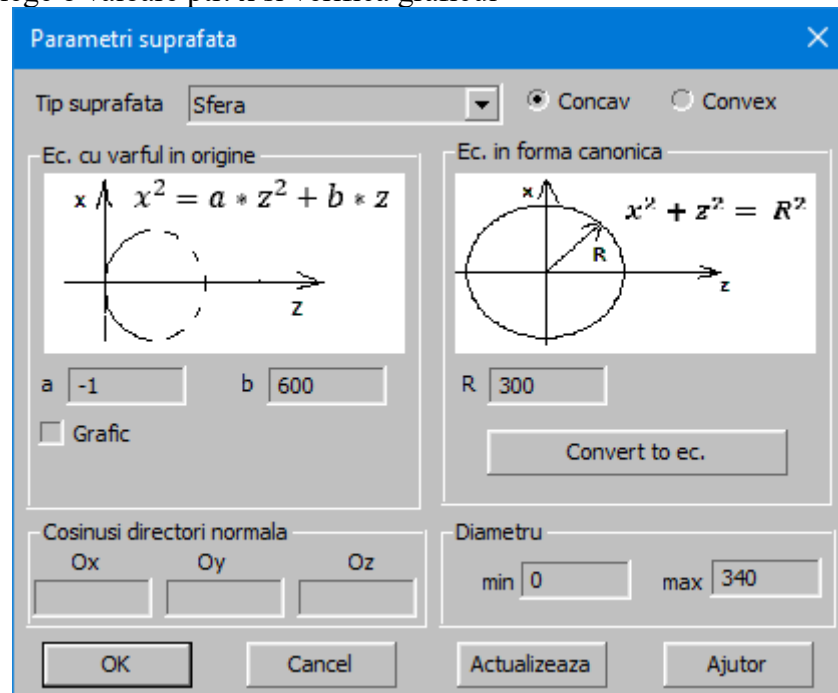

Fig. 6.5.1 Freastra ptr. editat suprafete quadrice
- **Raza, a, b** – parametrii suprafetei din forma canonica. Se recomanda apasarea butonului **Suprafata** si se creaza fereastra de mai jos (Fig. 6.5.1). Fereastra contine urmatoarele campuri active:
Prin aceasta comanda se creaza fereastra prin care se introduc parametrii suprafetei acoperite si pozitia ei. Fereastra ptr. suprafete diferite de asferic are forma de mai sus (Fig. 6.5.1) iar ptr. format asferic are formatul din Fig. 4.6.1.4.1.